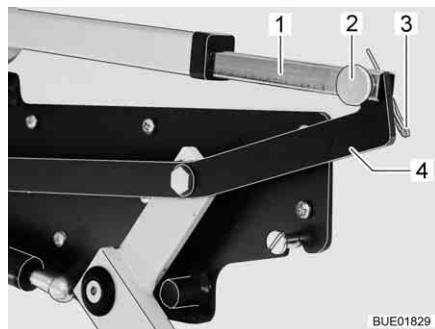

Fig. 145 Entrainement du lit escamotable
- Couper la connexion entre la tige de poussée (Fig. 145,1) et le levier (Fig. 145,4). Retirer pour ce faire la goupille (Fig. 145,3) et la broche (Fig. 145,2).